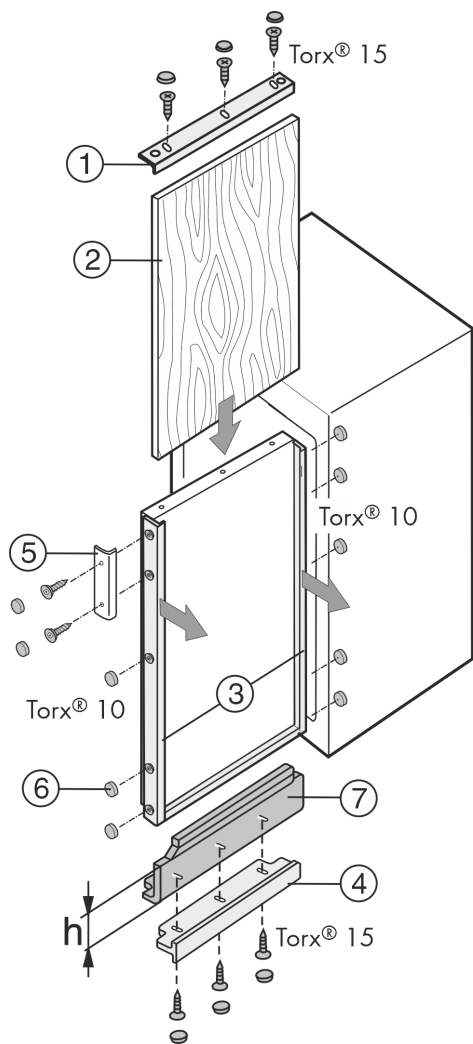

Fig. 42
Če je okrasna plošča že nameščena, vendar je ta po višini premajhna, jo lahko prilagodite z različno visokimi izravnalnimi zaslonkami Fig. 42 (7).